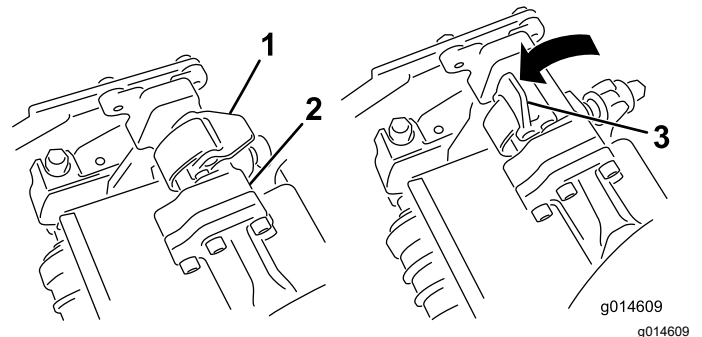
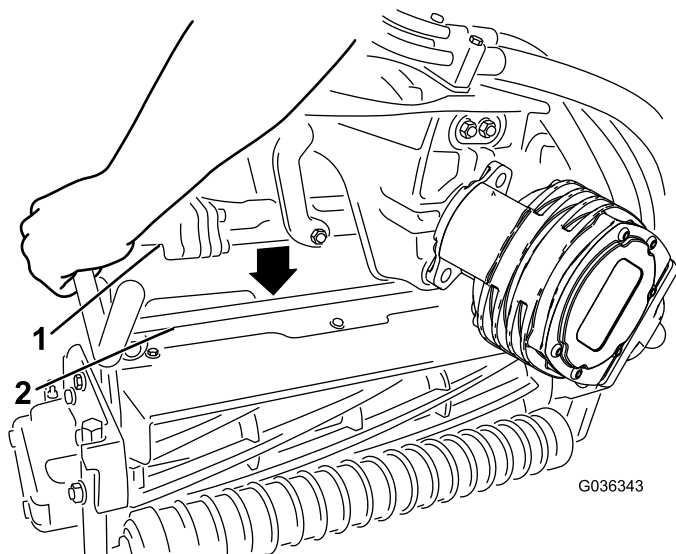

Figure 63
Figure 64
4. Les verrous de la barre de bras de suspension étant orientés en haut (c.-à-d. ouverts) (Figure 63), poussez le bras de suspension vers le bas pour que la barre s'engage sur la barre transversale au sommet de l'unité de coupe (Figure 64).
5. Fermez les verrous autour de la barre de l'unité de coupe et bloquez-les en place (Figure 63).
5. Ouvrez les verrous sur la barre du bras de suspension appartenant à l'unité de coupe que vous voulez déposer (Figure 63).